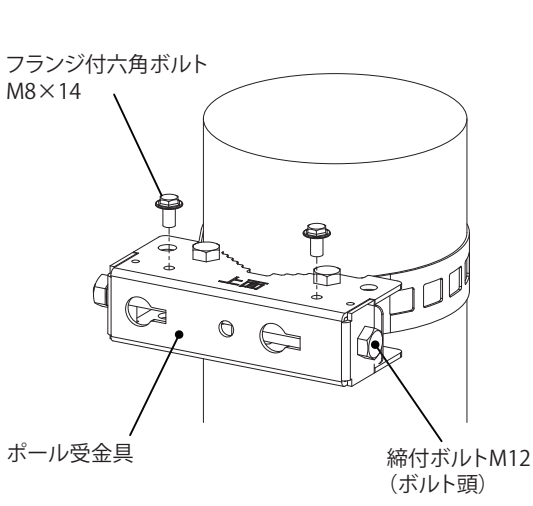

図 8
5. 上面のポール受金具側面の締付ボルト M12 を締付け、取付バンドを固定してください。(必ず右側ボルト頭を締めてください) (図 8)